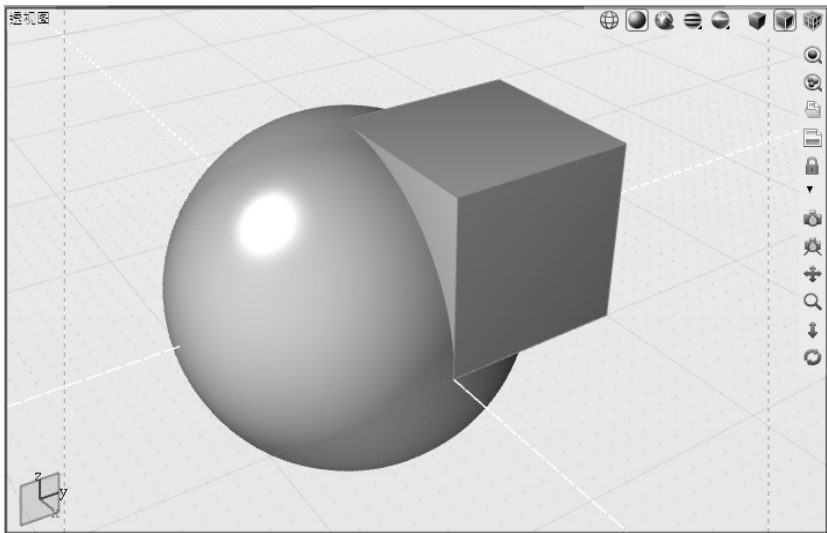

图 2-57 创建有交集的两个对象
5) 在透视图图中确认二者位置有部分交集, 如果没有重叠请使用“平移”工具手动调整, 如图 2-57 所示。